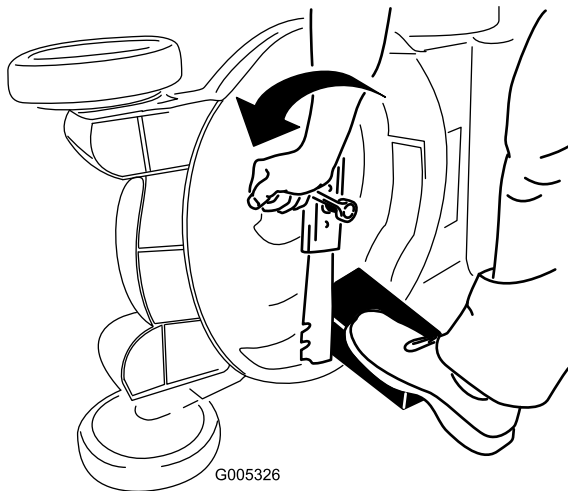

Bild 40
3. Stabilisieren Sie das Messer mit einem Holzblock (Bild 40).
4. Nehmen Sie das Messer ab und bewahren Sie alle Befestigungsschrauben auf (Bild 40).